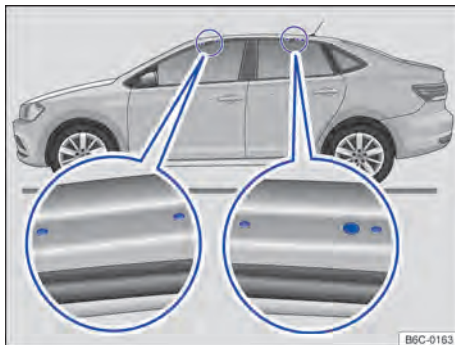

Fig. 161 Pontos de fixação dos suportes de base do bagageiro do teto (ambos os lados).
Os furos ou marcações dos pontos de fixação dos suportes de base ficam visíveis com a abertura das portas (dianteiras e traseiras) do veículo e encontram-se no lado nas vigas do teto → **Fig. 161** (lupa). Os furos ou marcações para fixação atrás encontram-se no lado inferior das vigas do teto → **Fig. 161** (lupa direita).
- Fixar os suportes de base somente nas marcações indicadas na figura → Fig. 161.